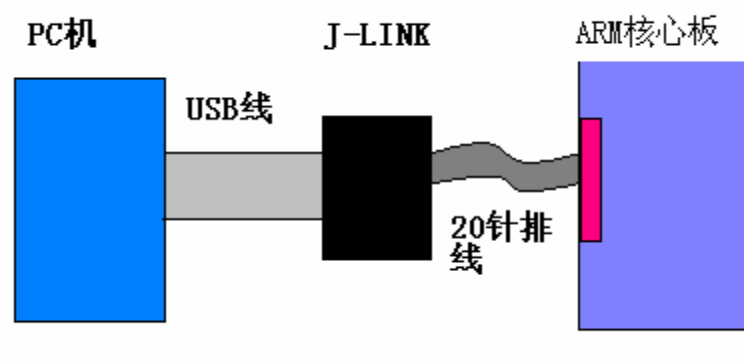

图 4-47 硬件环境连接
1) 按下图，连接JLINK仿真器与ARM核心板。并给ARM核心板上电，如下图4-47。